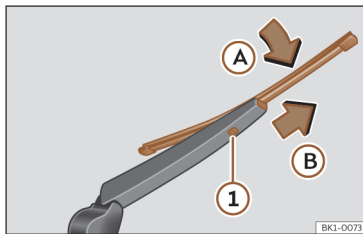

Fig. 180 Remplacement du balai d'essuie-glace arrière.
- Faites pivoter légèrement le balai d'essuie-glace >>> **fig. 180** (flèche **A**).